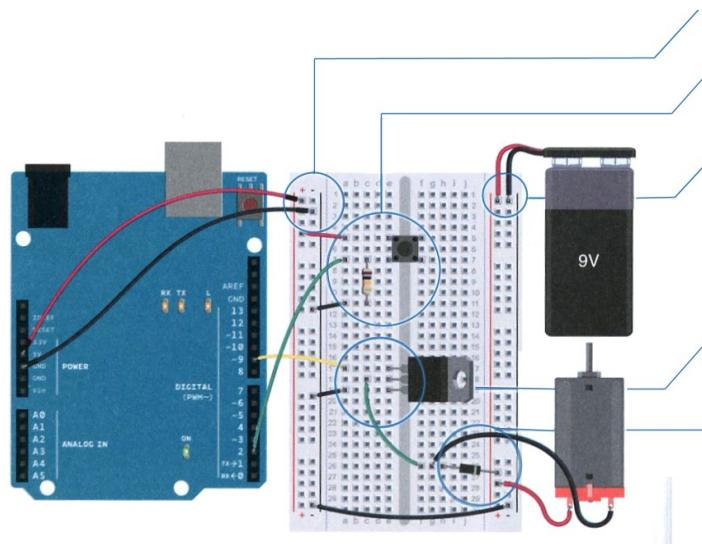

Figura 1
- 3** Cuando se utilizan circuitos alimentados con diferentes tensiones, es necesario conectar las masas de ambos circuitos juntas para así tener una masa común. Conectar la pila de 9V la placa de pruebas usando el clip para este tipo de pilas. Conectar la masa de la batería (cable negro) a la masa de Arduino en la placa de pruebas mediante un cable que hace de puente, como se puede ver en la figura 1. Conectar el cable rojo de la pila a la placa de pruebas en la segunda columna columna de la derecha, siendo esta conexión la que alimenta al motor directamente.
- 5** Lo siguiente, conectar los cables de alimentación del motor a la placa de pruebas, tal y como se puede ver en esta ilustración. El último componente que hay que añadir es el diodo. El diodo es un componente que tiene polaridad, solo se puede montar de una forma determinada en el circuito. Observar que el diodo en uno de sus extremos tiene una franja blanca. Este extremo del diodo es el negativo y se conoce con el nombre de cátodo (por donde sale la corriente). El otro extremo es el positivo o ánodo (por donde entra la corriente). Conectar el ánodo del diodo al cable negro del motor (masa) y el cátodo de este diodo al cable rojo del motor (alimentación positiva), tal y como se ve en esta figura 1. Parece que el diodo está conectado al revés, y en realidad sí que es así. El diodo ayuda a eliminar cualquier tensión inversa inducida producida por el motor y que pueda retornar al transistor estropeándolo. Recordar, la tensión inversa inducida siempre aparece con una polaridad contraria a la tensión que se aplica para producirla.